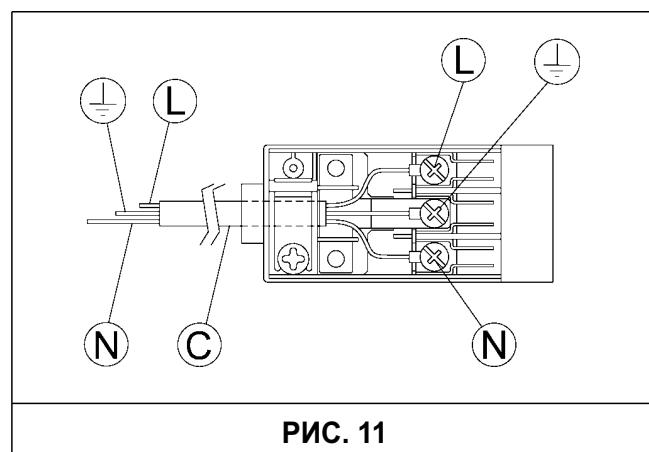

РИС. 11
- подсоединить к подводящему кабелю „С“ (рис. 11), соответствующую указанной на опознавательной табличке потребляемой мощности вилку, если таковая не предусмотрена в комплекте.
- Подсоедините провода, следя за соблюдением нижеприведенных соответствий (рис. 11):